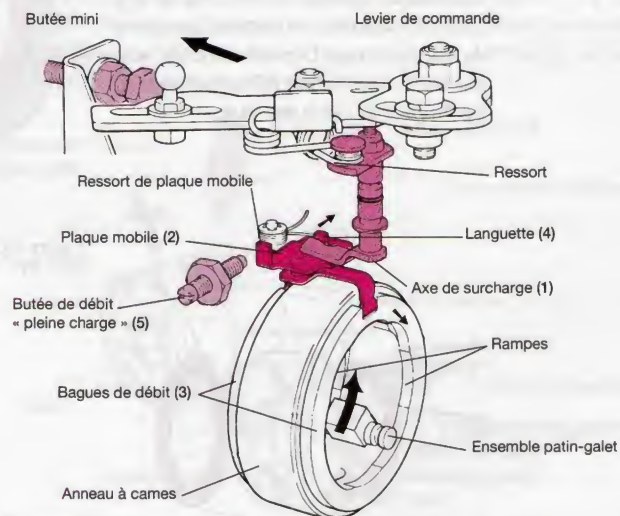
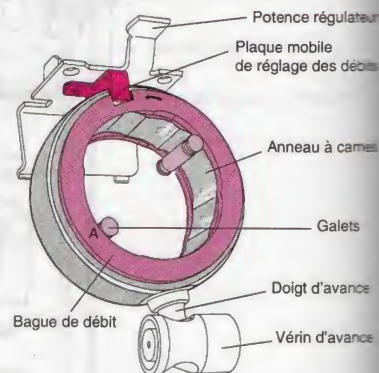
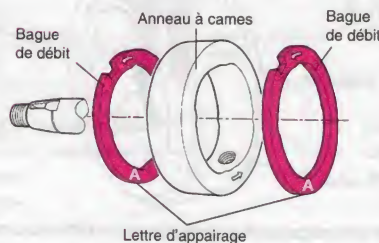
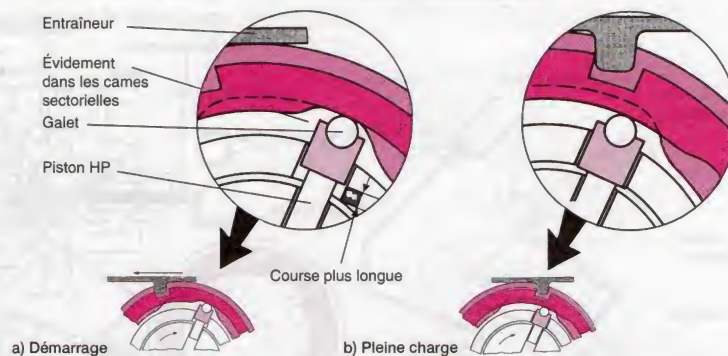

Figure 43.3. Système de surcharge sur la pompe d'injection DPS (Doc. Delphi-Diesel)
Figure 43.4. Dispositif de réglage des débits (Doc. RVI)
Figure 43.5. Appareillage des bagues de débit (Doc. RVI)
Figure 43.6. Positions des bagues de débit sur une pompe d'injection DPS (Doc. VAG)
- Dispositif de surcharge automatique à l'aide de « bagues de débit » (fig. 43.3 à 43.5)
La pompe DPS comporte un dispositif spécifique de réglage des débits. Deux « bagues de réglage », placées de part et d'autre de l'anneau à cames (fig. 43.4 et 43.5) commandées en rotation par un mécanisme (plaque mobile, fig. 43.4) à l'aide d'encoches, permettent aux galets de rouler soit sur la partie centrale, soit sur leurs extrémités, selon la position des bagues de débit (fig. 43.6).
Le levier de commande (fig. 43.3) doit impérativement se trouver en position ralenti. L'ensemble axe-levier de démarrage (1) déplace la plaque mobile (2), et les deux bagues de débit (3). Les galets roulent sur leur partie centrale, dans l'évidement ainsi créé, augmentant la course des *pistons plongeurs* (fig. 43.6). Le débit injecté est maximal (surcharge).
Dès le démarrage du moteur, le déplacement du levier de commande vers l'accélérateur (fig. 43.3) éloigne le levier de démarrage (1) de la languette (4). La plaque mobile revient en appui sur la butée de pleine charge (5), ainsi que les bagues de débit (3). Les galets roulent alors sur les bagues (3) (aux extrémités), limitant ainsi la course des *pistons plongeurs* (fig. 43.5 et 43.7).